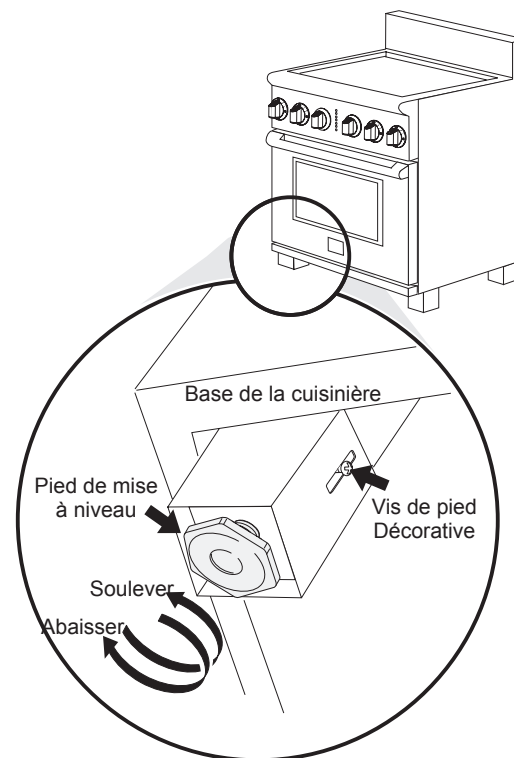

Figure 21 : Ajuster la hauteur de l'appareil
3. Mettre à niveau la cuisinière, si nécessaire, en ajustant les 4 pieds de mise à niveau avec une clé (Figure 21).